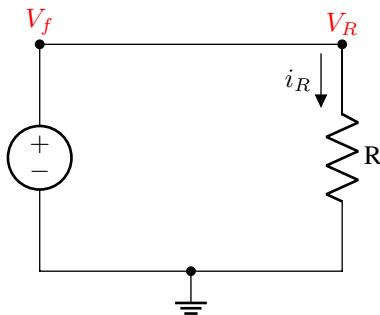

Figura 11: Circuito A
b) Monte o circuito da Figura 11, utilizando o resistor  $R = 100\Omega$  e ajuste a fonte de alimentação em 3 V, 5 V e 10 V. Meça a tensão e a corrente sobre o resistor R em cada caso. Discuta os valores observados e compare-os com os obtidos nos cálculos teóricos da sessão 3.1, justificando os valores observados.